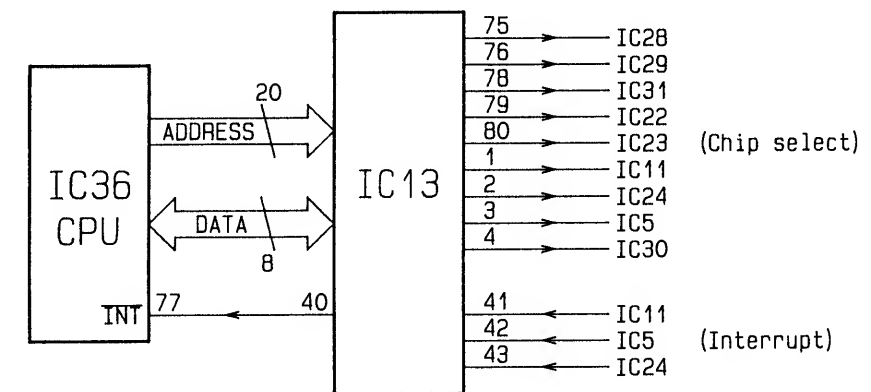

Fig.2
- The output addresses from IC36 (on MB) are decoded by IC13 (on MB), and then become chip select signals for each IC. IC13 also transfers the interruptions from each IC altogether to IC36. (See Fig.2.)
- IC36 (on MB) から出力されたアドレスはIC13 (on MB) でデコードされ、各ICへのチップセレクト信号となります。IC13はまた各ICからの割り込みを一括してIC36に転送します。(Fig.2)